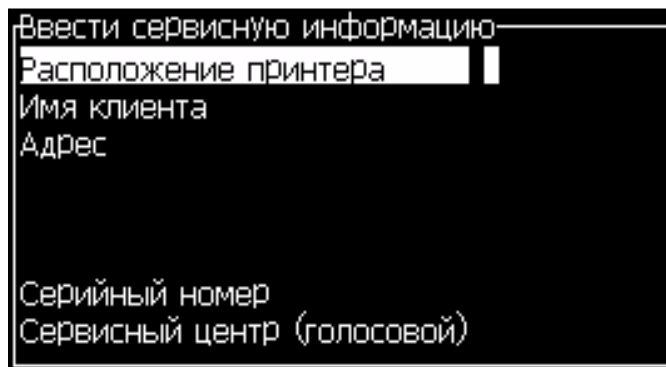

Рисунок 4-22: Диалоговое окно “Enter Service Information” (ввод информации по обслуживанию)
- 2 Выберите опцию “Enter Service Information” (ввод информации по обслуживанию), и нажмите кнопку “Enter” (ввод). Появится диалоговое окно “Enter Service Information” (ввод информации по обслуживанию) (смотрите Рисунок 4-22).